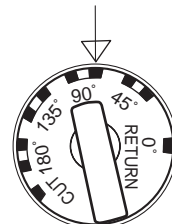
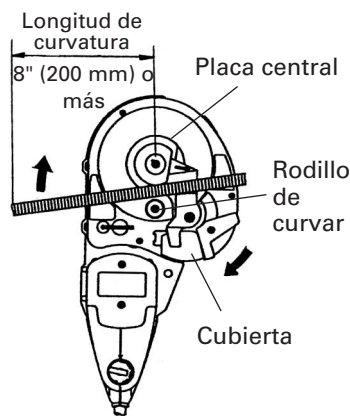
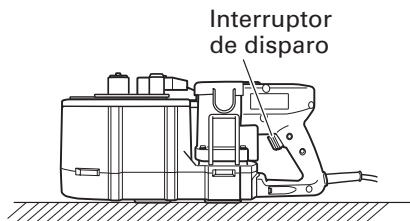

Fig. 13
Fig. 14
Fig. 15
Cuando curve varillas de #3(3/8"), #4(1/2"), y #5 (5/8") de diámetro, se podría producir una diferencia en el ángulo de curvado aún en la misma posición del dial, dependiendo de la diferencia en el espesor de la varilla. Cambie ligeramente la posición del dial de ajuste dependiendo del dial de la varilla, incluso con el mismo ángulo de curvado que el mostrado en la Fig.13.
- (1) Coloque la unidad en su lugar con su mesa giratoria arriba, tal como se indica en la Fig. 14.
- (2) Asegúrese de que la cubierta esté cerrada.
- (3) Ajuste el dial de ajuste al ángulo deseado. (Fig. 13)
- (4) Coloque la varilla sobre la placa central y ajústela correctamente, tal como se muestra en la Fig.14.
- (5) Tire del interruptor de disparo y curve la varilla.
- (6) Continúe tirando del interruptor de disparo hasta que el motor comience a girar en dirección opuesta y el rodillo de curvar inicie el retorno. (Una vez que el rodillo de curvar inicie el retorno, volverá a la posición inicial aunque usted suelte el interruptor de disparo). (Fig. 15)
Si esta longitud de curvatura no es suficiente, la varilla podría desprenderse durante la operación de curvado, o partirse en fragmentos y esparcirse peligrosamente (Fig.14).